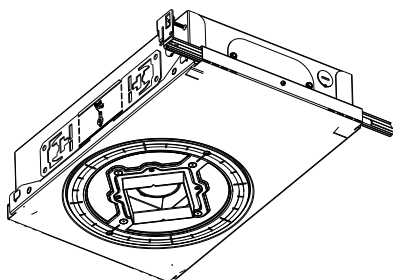

fig. 2
- c. Insérez la barre de suspension intérieure dans la fente de la barre de suspension située à l'extrémité du boîtier D2. Assurez-vous que la vis se trouve en haut (voir la fig. 2).